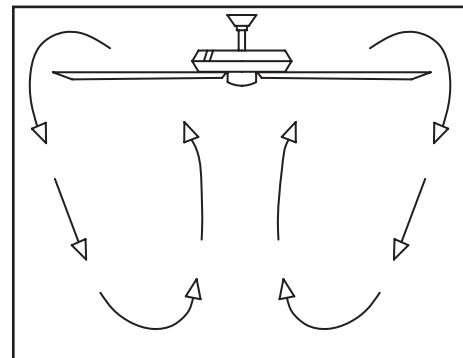

Figura 16
**Clima frío** - (Reversa) Un flujo de aire hacia arriba desplaza el aire cálido lejos del techo, como se muestra en la Figura 16. Esto permite fijar tu unidad de calefacción en configuración más baja sin afectar tu comodidad.